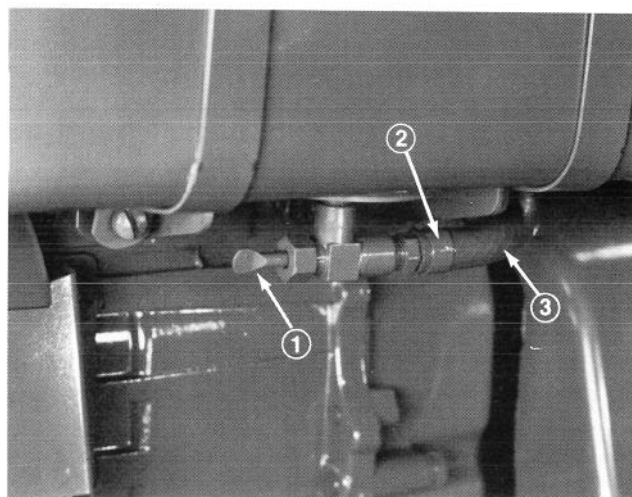

Fig. 30
3. Løs bøsningerne som holder benzinslangen fast på hanen og lad derefter slangen glide af hanen (Fig. 30).